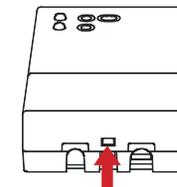

Fig. 1
- 7 Posizionare il coperchio cavi sulla base e ruotarlo verso la base; spingere verso l'interno la linguetta plastica posta sulla parte inferiore della base ed esercitare una pressione che faccia scattare la linguetta plastica di fissaggio all'interno del foro sul lato inferiore del coperchio cavi (Fig. 1).